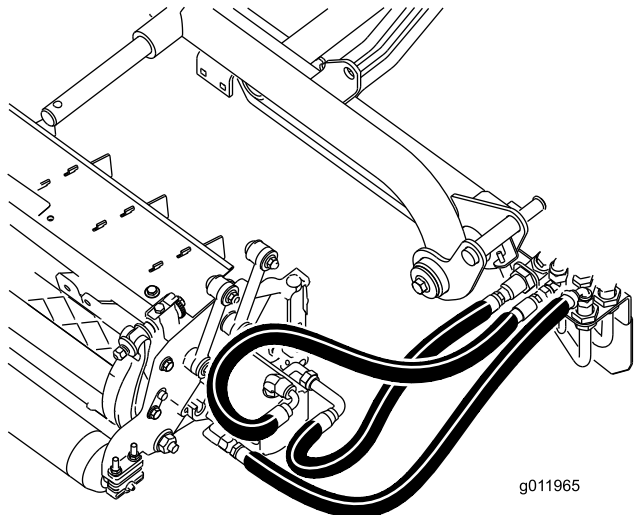

Figura 21
**Importante:** Certifique-se de que as tubagens não estão a rodar nem têm dobras e que as tubagens da unidade de corte traseira estão dirigidas como se mostra na (Figura 21). Levante as unidades de corte e vire-as para a esquerda (modelo 03170). As tubagens da unidade de corte traseira não podem estar em contacto com o suporte do cabo de tração. Repositione os componentes e/ou as tubagens, se necessário.